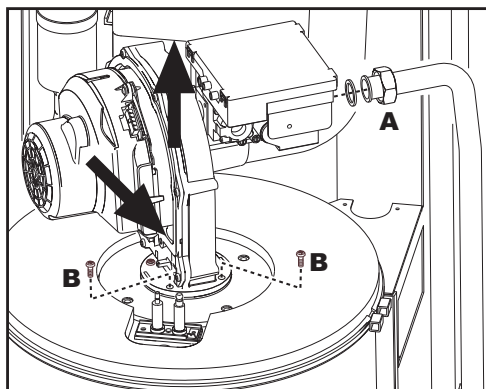
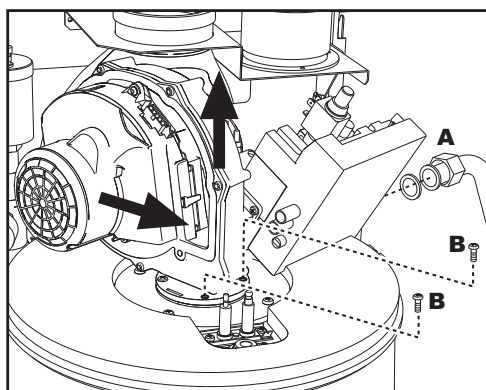

fig. 54 - modelul ENERGY TOP B 80 - 160
fig. 55 - modelul ENERGY TOP B 125 - 250
4. Desfaceți discul "A" de fixare al valvei de gaz (fig. 54 și fig. 55).
5. Deșurbați cele două șuruburi "B" de fixare și scoateți grupul ventilator așa cum se arată în fig. 54 pentru modelul **ENERGY TOP B 80 - 160** și în fig. 55 pentru modelul **ENERGY TOP B 125 - 250**.